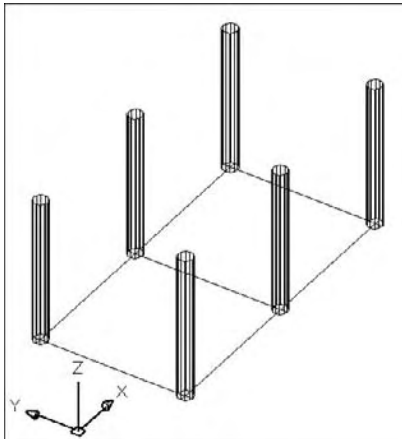
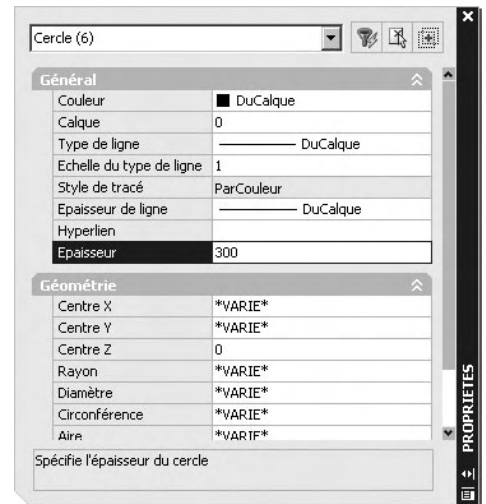

Fig.6.40
Fig.6.39
- 2 Dans la boîte de dialogue **Propriétés** (fig.6.39), cliquez dans le champ **Épaisseur** (Thickness) et entrez 300. Les cercles deviennent des cylindres (fig.6.40).